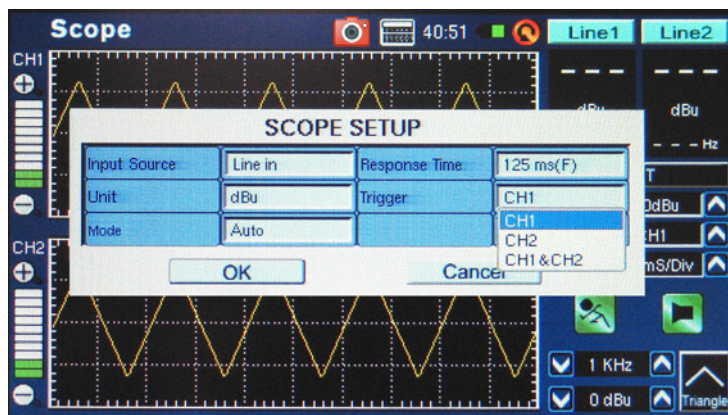

figure 55
4. サイン波、三角波、矩形波などの信号が表示されます。波形表示がずれている場合、画面右にあるHOR (水平時間) を調整します (図55)。
トリガー: スコープのトリガーとしてチャンネル1、チャンネル2または両方が選択できます (図55)。チャンネルの一つまたは両方のトリガー設定は波形を極端に動かすことなく繰り返しの波形結果が読みやすくなります。